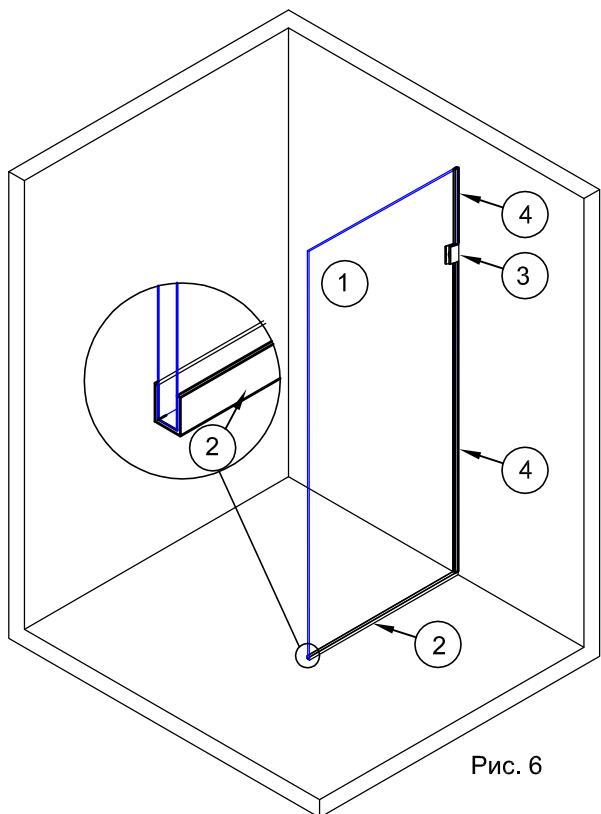

Рис. 6
3.1. Установить уплотнитель №4 на торец стекла панели со стороны стены. Отрезки уплотнителя подрезать для плотного прилегания к держателю и к профилю №2 (рис.6).
3.2. В середину профиля №2 нанести силиконовый герметик. Количество герметика рассчитать на заполнение всех щелей между профилем и стеклом (рис.6).